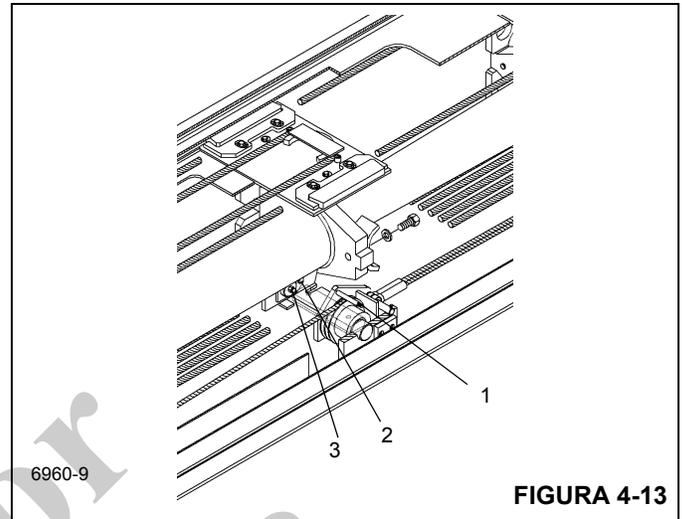

FIGURA 4-13
1. En la parte trasera de la sección central exterior, saque el perno y el buje retenedor del cable de encima de cada conjunto de polea de cable de retracción (1) (Figura 4-13).
2. En los dos lados, saque los pernos que fijan cada miembro soldado de eje de polea de retracción (2) (Figura 4-13). Retire el eje, el buje espaciador, el conjunto de polea y las dos arandelas de empuje. De ser necesario, quite la grasera (3) del miembro soldado de eje.